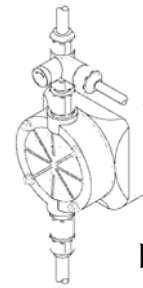

图 9
- 如果排放管路与压力系统直接连接，则在泵启动时需暂时旁路。放气阀可以使排放流体很容易地旁路，从而使这一操作简单化。在泵开始压力泵送前，必须清除泵头内的空气（见图 9）。